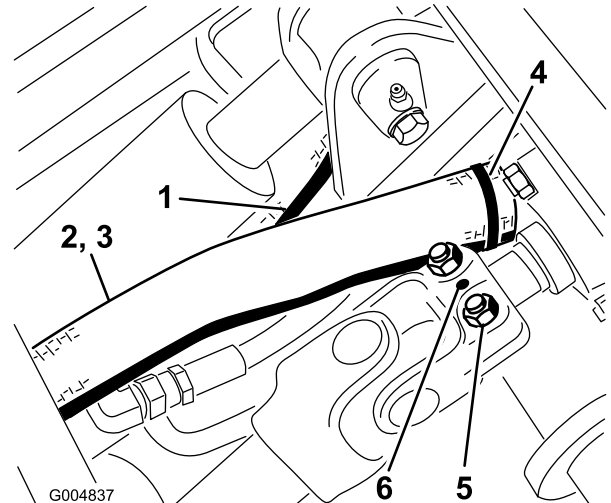

Figura 19
6. Conecte el eje motor al eje de la caja de engranajes del bastidor de invierno, y apriete los pernos (5/16 pulgada) a 175-225 pulgadas-libra (20 a 25 N-m). Instale el pasador cilíndrico (Figura 19).